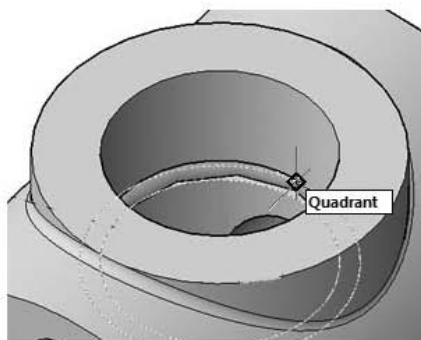

Рис. 12.43. Выбор третьей точки на корпусе
10. Укажите третью точку с привязкой Квадрант (Quadrant) – нижней окружности основания паза (рис. 12.43):